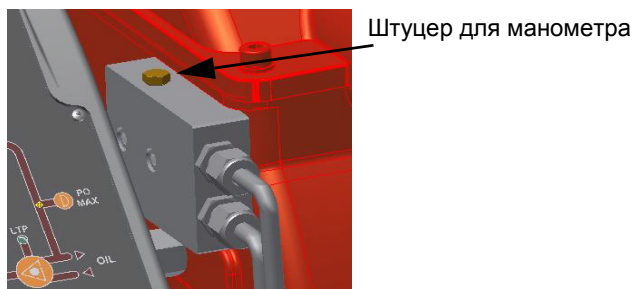

Рис. 14
6. Давление питания форсунки уже отрегулировано заранее на заводе-изготовителе и не должно изменяться. Только в случае необходимости, отрегулировать давление питания (см. соответствующий параграф) следующим образом: установить манометр в положение, указанное на Рис. 14, воздействовать на регулировочный винт **VR** насоса (см. Рис. 13) до получения на форсунке давления в 20 бар (форсунки Monarch или форсунки Bergonzo - см. на стр.24-25);
- 9 Давление питания форсунки уже отрегулировано заранее на заводе-изготовителе и не должно изменяться. Только в случае необходимости, отрегулировать давление питания (см. соответствующий параграф) следующим образом: установить манометр в положение, указанное на Рис. 14, воздействовать на регулировочный винт **VR** насоса (см. Рис. 38) до получения на форсунке давления в 20бар (форсунки Monarch или форсунки Bergonzo - см. на стр.33-34);